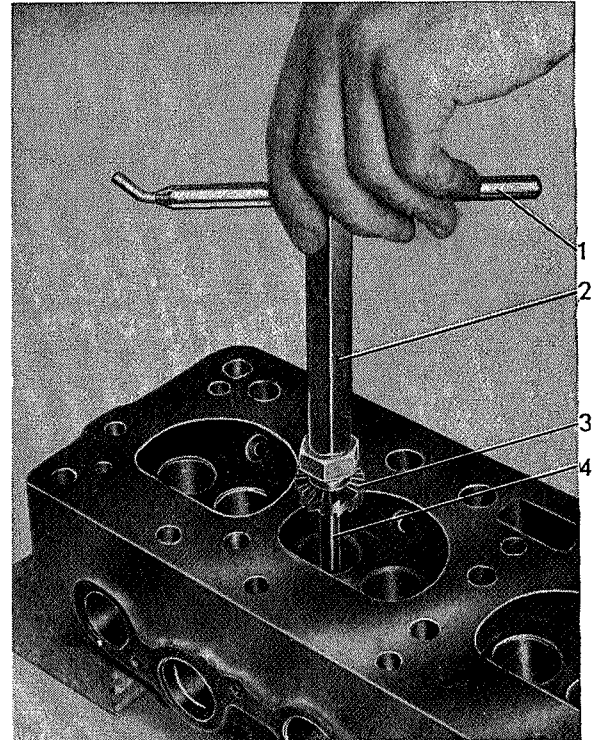

Fig. 2-22. Het opzuiveren van de klepzitting
2. Slijp de klepzittingen. Gebruik een elektrisch aangedreven slijpmachine of een handfrais, zie Fig. 2-22. De geleide-as moet zorgvuldig gemonteerd worden, voordat met het werk wordt begonnen en een versleten geleider moet door een nieuwe worden vervangen.